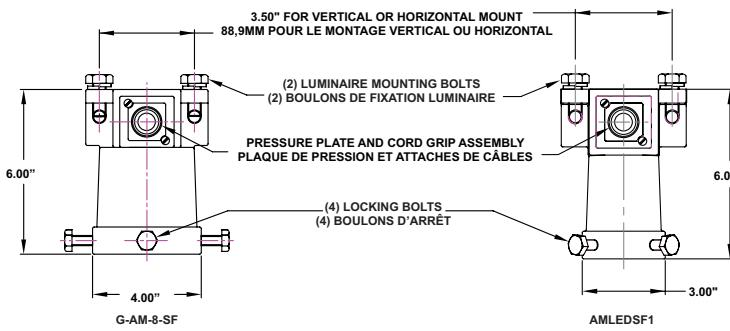

Figure 10: Piletop Slip-Fitters (P/Ns: G-AM-8-SF & AMLEDSF1) | Embouts de poteau (réf. : G-AM-8-SF et amledsf1)
1. Loosen the two screws on the pressure plate for cord/cable entrance. See Figure 10.
Desserrez les deux vis de la plaque de pression pour permettre l'entrée du cordon/câble. Reportez-vous à la Figure 10.
5. Mount the luminaire with yoke to the piletop slip-fitter using the two luminaire mounting bolts (supplied). Tightly secure the bolts. See Figures 10 & 11.
Montez le luminaire avec l'étrier sur l'embout de poteau à l'aide de deux boulons de fixation de luminaire (fournis). Serrez fermement les boulons. Reportez-vous aux Figures 10 et 11.